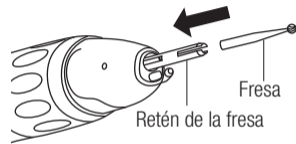

Fig. 3
- 2) Inserte el retén de la fresa suministrado en el dispositivo de sujeción. (Fig. 3)